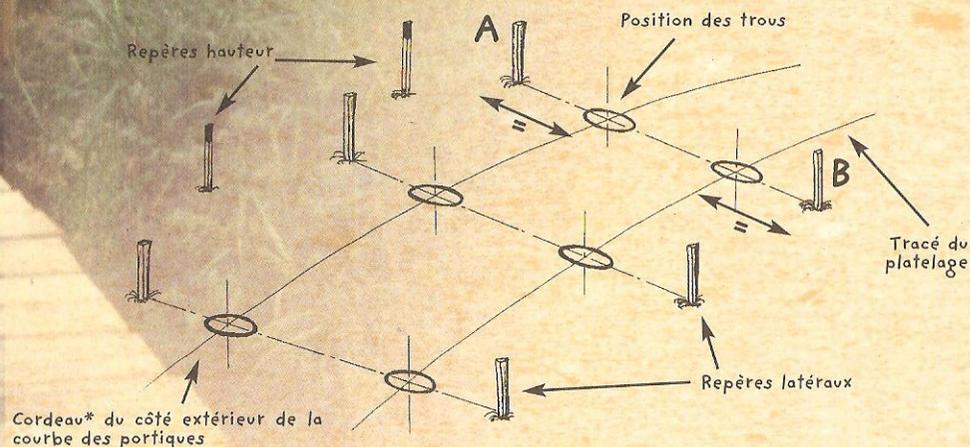

Figure 2 : positionnement du platelage
- Placer le portique dans les trous : ajuster l'alignement du "H" sur les repères A et B et le centrer par rapport à ces mêmes repères (=). (voir fig.2)
### Positionnement latéral du platelage (voir fig.2 )